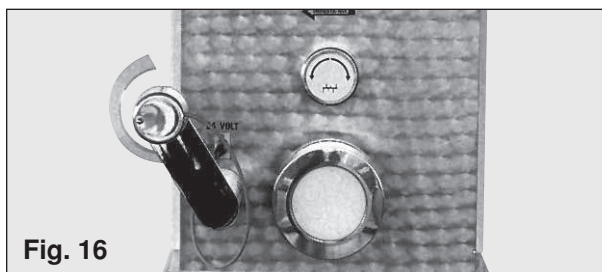

Fig. 16
- girar el grupo de corte en la posición de reposo (Fig. 16);